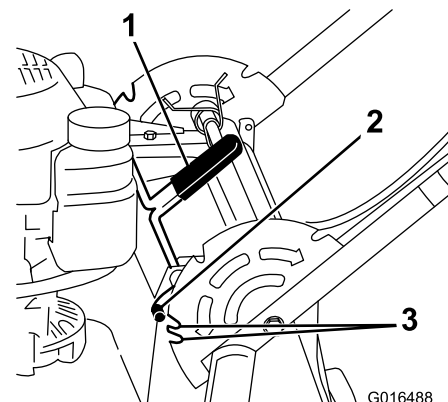

Figure 16
1. Tirez le levier de blocage du guidon vers l'arrière pour désengager les goupilles de blocage du guidon (Figure 16).
- Faites pivoter le guidon et alignez le cran souhaité du support de guidon avec les goupilles de blocage du guidon ; voir Figure 16.